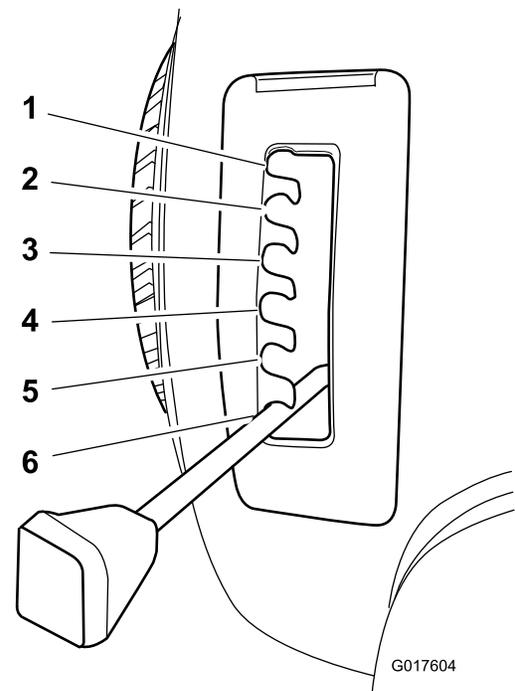

Figure 9
4. Tirez le levier de hauteur de coupe sur la machine et sélectionnez la position souhaitée (Figure 9).